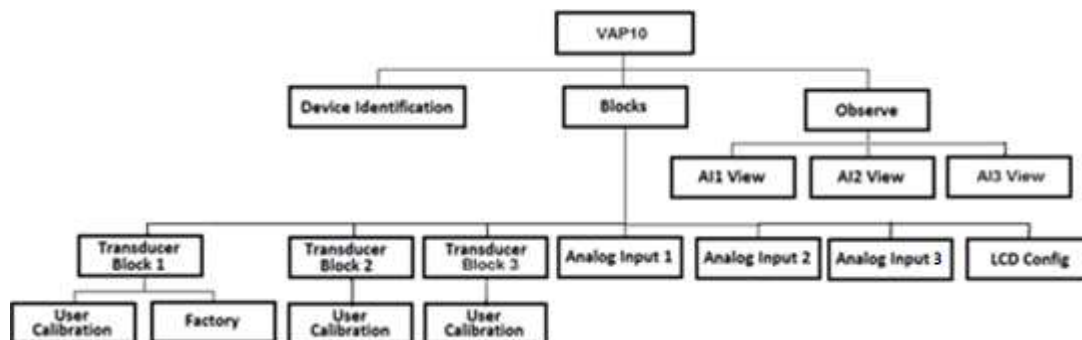

Figura 3.6 – Árvore de programação do VAP10.
A árvore de programação é uma estrutura em forma de árvore com um menu de todos os recursos de software disponíveis, como mostrado na Figura 3.6.
As figuras a seguir mostram algumas telas do DTM do VAP10 utilizando a interface VCI10-UP da Vivace com o PACTware®. Note que o diretório com os menus disponíveis para o DTM (*OnLine Parameterize*) segue o formato da árvore de configuração exibida no item 3.6 (figura 3.6).